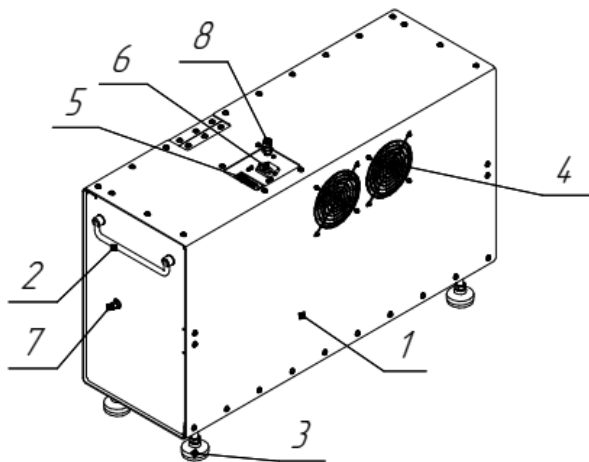

Рис. 4. Силовой блок
4.5 Все элементы силового блока расположены в металлическом корпусе 1 (Рис. 4), снабженном ручками 2 для его переноса и регулируемыми опорами 3. Для обеспечения нормального теплового режима корпус имеет вентиляционные отверстия 4 и вентиляторы (расположены с противоположной стороны). Для соединения с блоком управления на верхней стороне корпуса имеется разъем 5 для кабеля управления и разъем 6 для силового кабеля. Фитинг 7 предназначен для прокачки системы, а фитинг 8 для соединения силового блока с блоком управления.